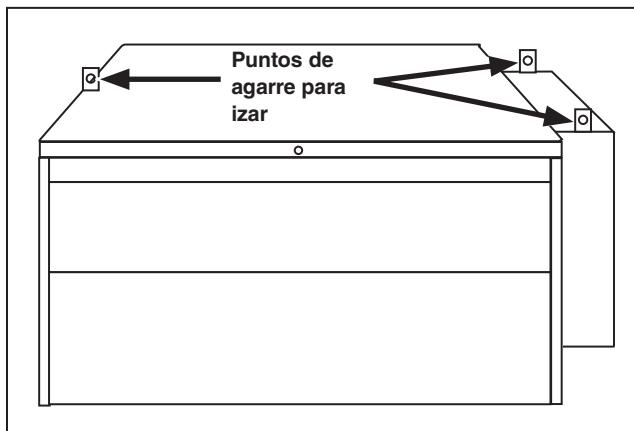
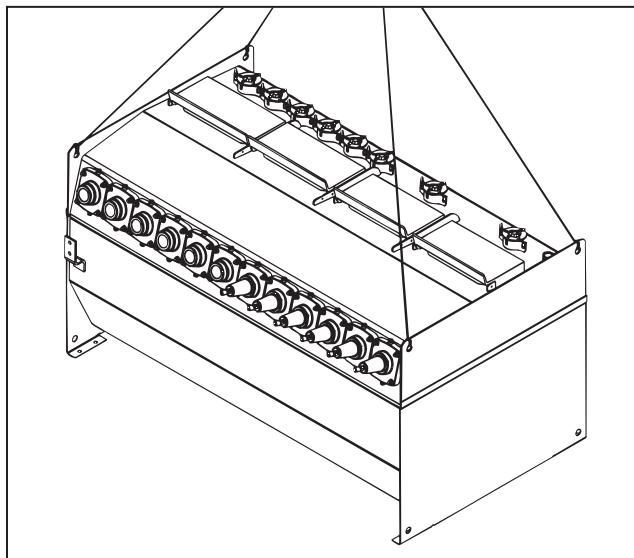
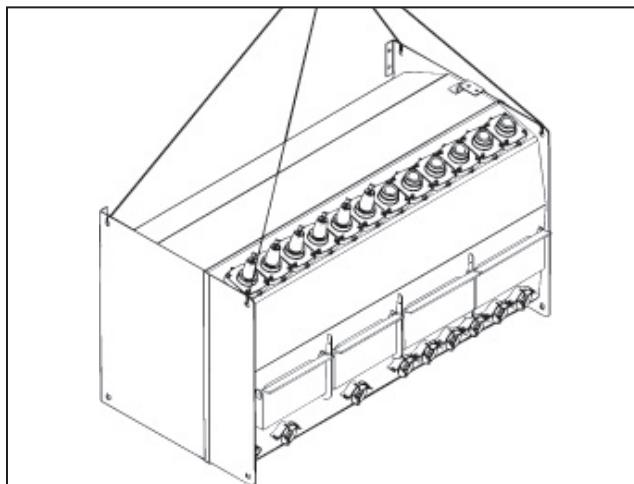

Figura 1. Gabinete para estilo de montaje en pedestal.
Figura 2. Un tanque correctamente suspendido para el estilo típico de montaje tipo pedestal y UnderCover.
Figura 3. Un tanque correctamente suspendido para el estilo típico montado en bóveda.
**PASO 1.** Utilice eslingas de iar de 6 pies (183 cm) o más con longitudes iguales para evitar dañar el gabinete o el tanque durante el izamiento. Acomode las eslingas de iar para distribuir las fuerzas de levantamiento equitativamente entre la orejas de agarre. Evite los tirones y jalones repentinos. Ver Figura 1, Figura 2, Figura 3 en esta página y la Figura 4, Figura 5, y la Figura 6 en la página 9.
- PASO 2.** Desatornille el tanque de la tarima y élévelo por encima del pedestal de montaje, respetando las medidas de precaución que se dan en la sección “Manejo” en la página 8. Ver Figura 11. Utilice un método de levantamiento de cuatro puntos para balancear el equipo correctamente. Ver Figura 2 en la página 8.